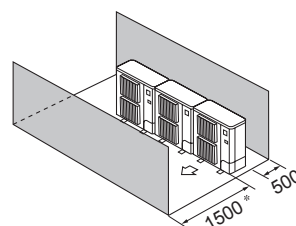

Fig. 2-12
- ④ Препятствия спереди и сзади (Fig. 2-12)